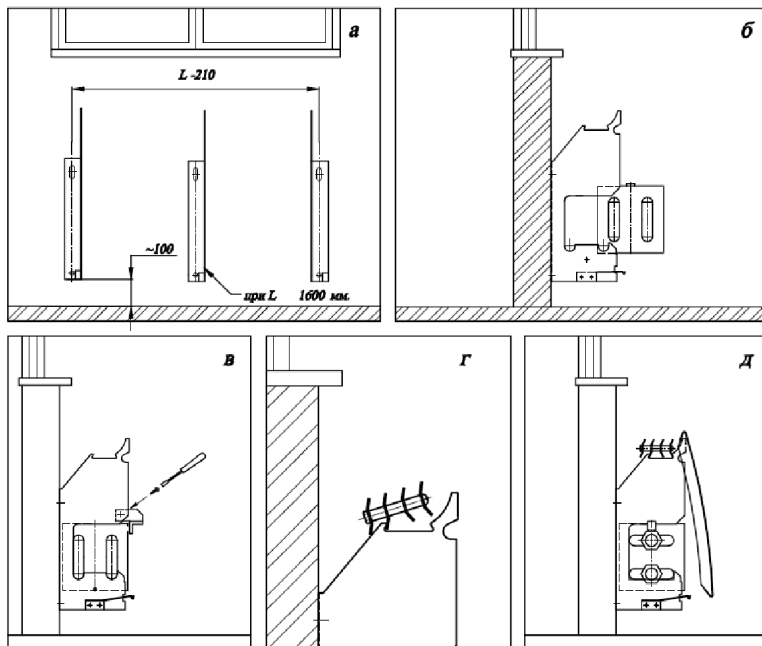

Рис. 7.
- 5.2. Разметить места установки кронштейнов. При этом следует учесть, что для оптимальной теплоотдачи расстояние между конвектором и полом, должно быть 100-120 мм, а между конвектором и подоконником не менее 100 мм. Расстояние между осями кронштейнов принимается в соответствии с рис. 7а.- L-210. (расстояние между отверстиями для крепления в кронштейнах с присоединённой к ним планкой). Если длина конвектора более 1600 мм, то он комплектуется третьим кронштейном, который устанавливается посередине.
- 5.4. Установить нагревательный элемент на кронштейны в соответствии с рис. 7б.
- 5.5. Установить между кронштейнами и закрепить планку винтами в соответствии с рис. 7в.
- 5.8. Установить решётку на кронштейнах защёлкнув в замок. рис. 7г.
- 5.9. Навесить липевью панель зафиксировав её нижний край фиксатором кронштейна рис. 7л.